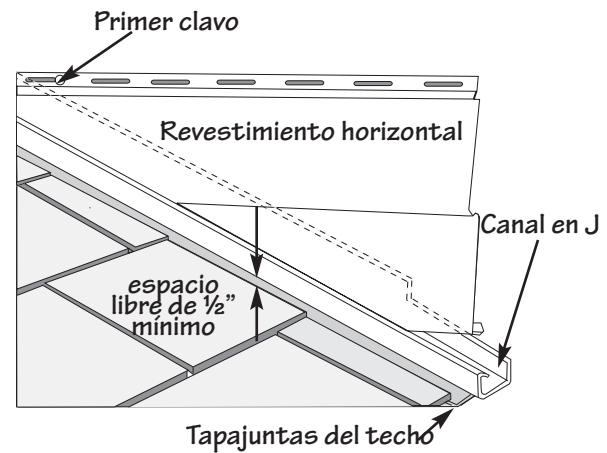

Figura 34.
- Sujete el clavo, tornillo o grapa que esté más cerca de la línea del techo en el extremo más lejano de la ranura del dobladillo de clavado, para garantizar que el revestimiento se expanda alejado del canal en J (Figura 34).